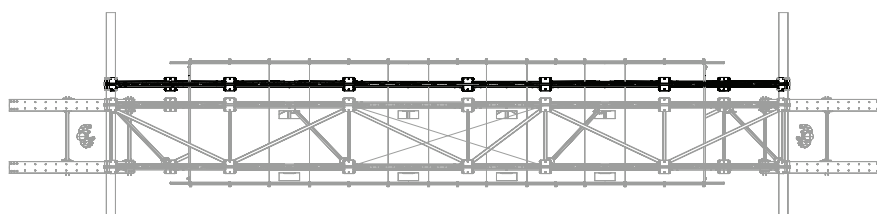

Fig. C6.02
3. Posizionare i nodi di supporto della stilata di travi reticolari sulla calotta di supporto ATG(8). (Fig. C6.02)